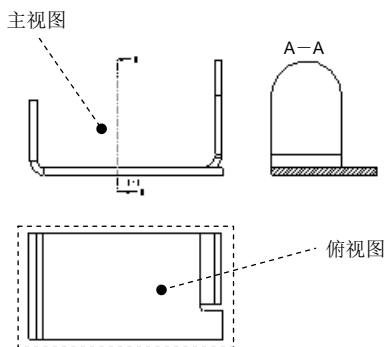
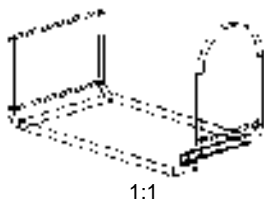

图 10.2.12 创建俯视图
图 10.2.13 创建轴测图
(3) 双击创建的左视图，弹出“绘图视图”对话框，选取 **类别** 区域中的 **截面** 选项。将 **截面选项** 设置为 ，然后单击  按钮，在 **名称** 下拉列表框中选取剖截面“A”，选取 **类别** 区域中的 **视图显示** 选项，在 **显示样式** 下拉列表中选择  选项，在 **相切边显示样式** 下拉列表中选择  选项，其他参数设置采用默认设置值，然后单击 **确定** 按钮。
(4) 添加剖视箭头。选取左视图，右击，从快捷菜单中选择 **添加箭头** 命令。单击主视图，系统自动生成箭头。
Step6. 创建三维钣金件的俯视图，如图 10.2.12 所示。
(1) 选取主视图，然后右击，从快捷菜单中选择  **投影** 命令。
(2) 在系统  的提示下，在主视图的下面任意选取一点，则系统自动创建俯视图，如图 10.2.12 所示。
(3) 双击创建的俯视图，弹出“绘图视图”对话框，选取 **类别** 区域中的 **视图显示** 选项，在 **显示样式** 下拉列表中选择  选项，在 **相切边显示样式** 下拉列表中选择  选项，其他参数设置采用默认设置值，然后单击 **确定** 按钮。
Step7. 插入新实例的轴测图，如图 10.2.13 所示。
(1) 选择 **布局** 功能选项卡 **模型视图** 区域中的“常规”命令 。
(2) 在系统  的提示下，在图形区选取一点，此时系统弹出“绘图视图”对话框。
(3) 定义视图方向。在对话框的 **模型视图名** 区域中选择“默认方向”，然后单击 **应用** 按钮。
(4) 设置比例。在对话框的 **类别** 区域中选择 **比例** 选项，然后选中  自定义比例 单选项，再输入比例值 1。
(5) 设置视图显示。选取 **类别** 区域中的 **视图显示** 选项，在 **显示样式** 下拉列表中选择  选项，在 **相切边显示样式** 下拉列表中选择  选项。
(6) 单击对话框中的 **确定** 按钮，完成轴测图的创建。